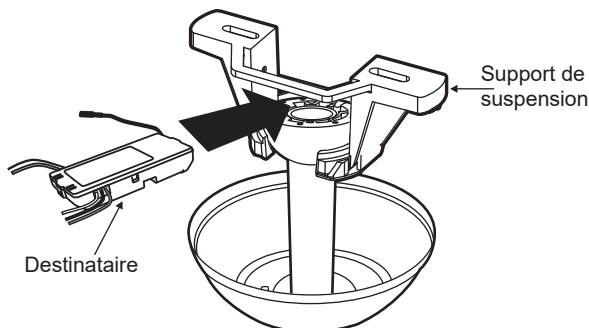

Fig. 1
- 1 Insérez le récepteur dans le haut du boîtier du ventilateur. (Fig. 1) Pour de meilleures performances, assurez-vous que l'antenne noire, à l'extrémité du récepteur, reste déployée et ne s'emmêle avec aucun des fils électriques.